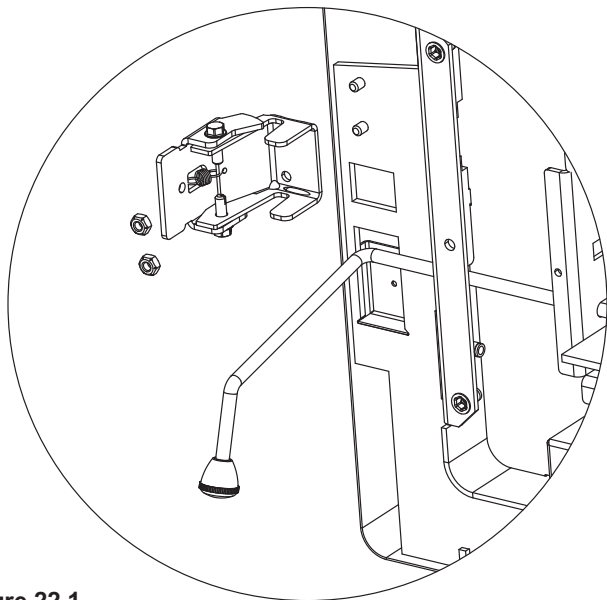

Figure 22.1
9. Installez le verrou de l'ARS en glissant l'ensemble du verrou sur les 2 goujons sortant du fond gauche de l'appareil. Fixez en utilisant deux écrous à l'aide de la clé à douille 7/16 (**Figure 22.1 à la page 22**).